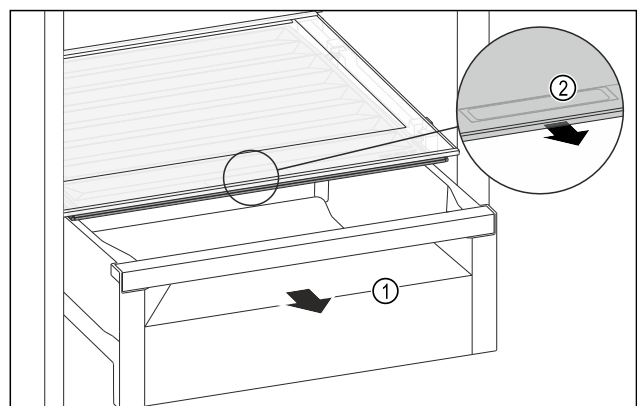

Fig. 108
- ▶ Schuifvak Fig. 108 (1) uittrekken.
- ▶ Greeplijst Fig. 108 (2) op het vakdeksel vastpakken en het vakdeksel gelijktijdig naar voren trekken.